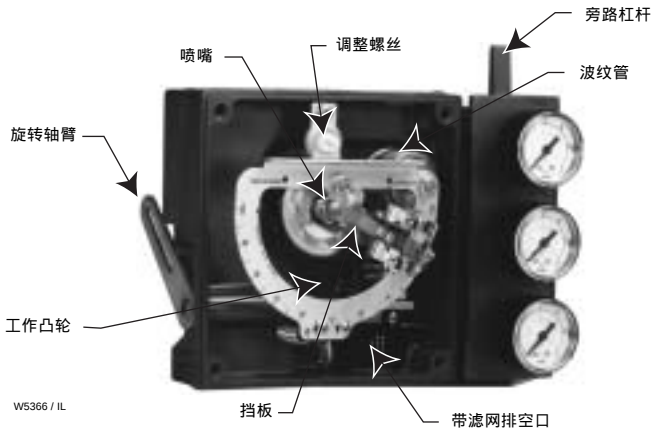

图 4. 3582 型气动阀门定位器机构图
- 定位器容易调整——如图 4 所示，把外壳移走以后，零点和量程的调整螺丝很容易找到，并可以使用常用的手动工具进行调整。